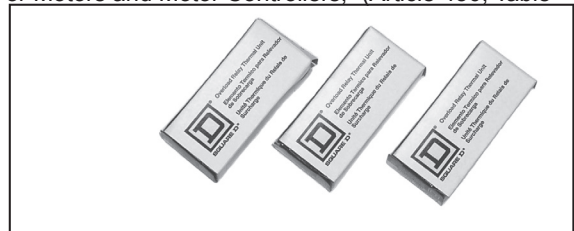

Figure 6 - Trousse de conversion de 460 volts - Série Pneu et lubrifiant
2. Installez la trousse de conversion de 460 volts, numéro de pièce inclus ci dessous. La bovine et le surchargeur thermique dans le démarreur magnétique doivent être changés (voir Figure 6).